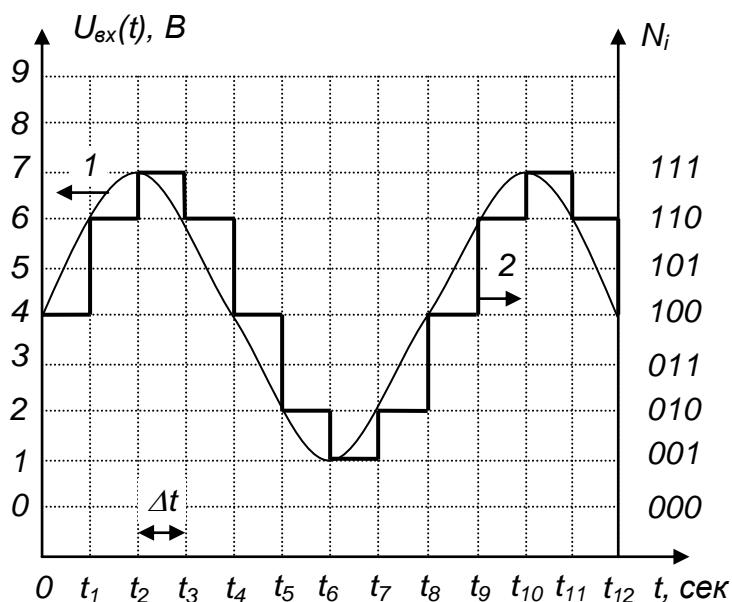

Рис. 2.8. Преобразование аналогового сигнала (1) в «цифровую» форму (2)
На рис. 2.8 показан пример преобразования синусоидального сигнала $\sin \omega t$ при помощи трех битового ($M = 3$) АЦП с равномерной
ОЗУ как сдвиговый регистр с объемом $C = 13$ трехбитовых ячеек можно представить в виде таблицы 2. АЦП преобразует аналоговый сигнал (1), показанный на рис. 2.8 в дискретную последовательность кодовых слов N_i , отображающих мгновенные значения U_i выборок. Каждое новое кодовое слово записывается в нулевую ячейку ОЗУ. При этом все ранее записанные отсчёты сдвигаются на одну ячейку. Этот сдвиг происходит с каждой новой выборкой, последовательно заполняя значениями амплитуды сигнала все ОЗУ.